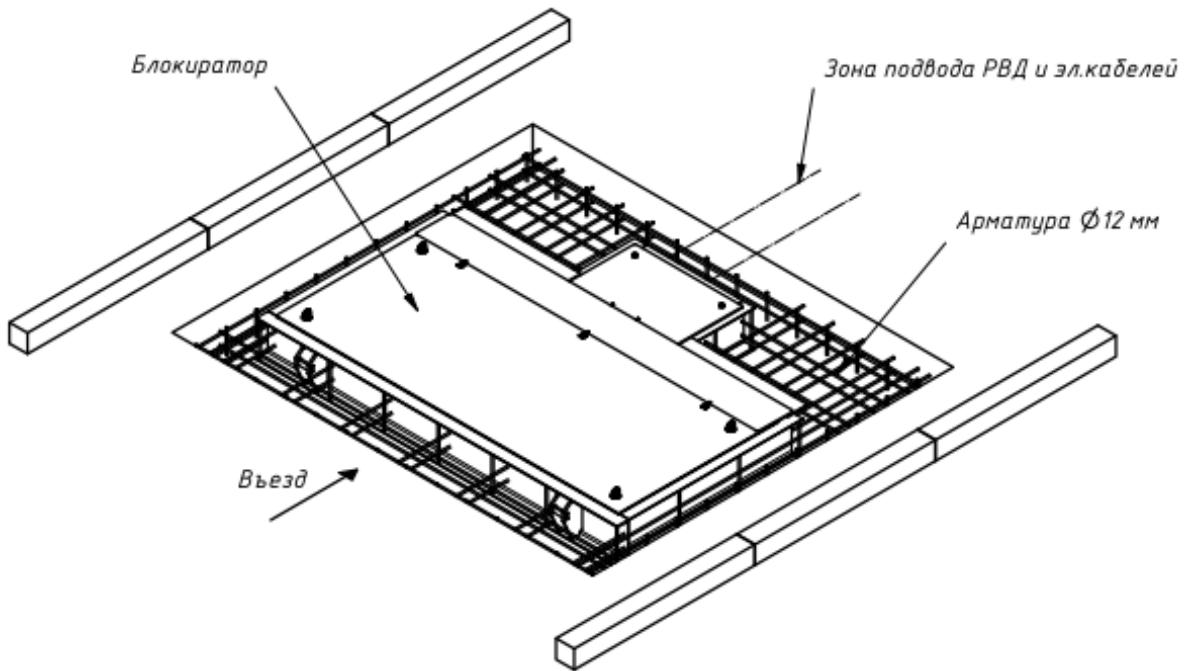

Рис.5
1.2.10 Выполнить обвязку корпуса блокиратора арматурой в 2 вертикальных ряда, используя для фиксации выступающие из бетонного основания прутки арматуры и вертикальные прутки на корпусе блокиратора (рис.5).